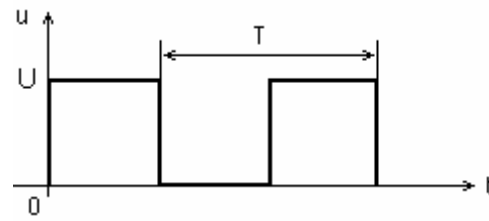

Fig.5. Semnal dreptunghiular aplicat circuitului RC - serie
1. Se realizează circuitul cu schema din figura 4. Circuitul este alimentat de la un generator de semnal dreptunghiular – “function generator” (fig.5), de amplitudine  $U = 10V$ , la frecvența  $f = 50Hz$ . Capacitatea condensatorului din circuit este  $C = 1\mu F$  și rezistența  $R = 1k\Omega$ . Închiderea și deschiderea întrerupătorului este înlocuită de prezența, respectiv absența tensiunii la semnalul dreptunghiular.